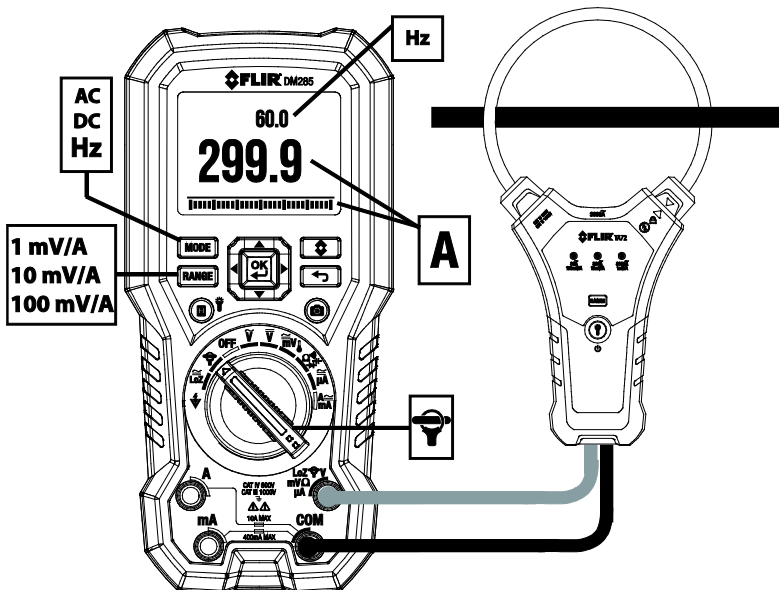

Fig. 9-12 Aplicación Adaptador de Pinza FLEX
2. Conecte un adaptador de pinza como se muestra en la **Fig. 9-12**.